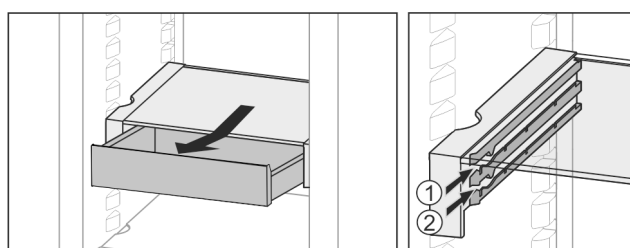

Fig. 31
- 在任意高度 Fig. 31 (1) 或 Fig. 31 (2) 推入。